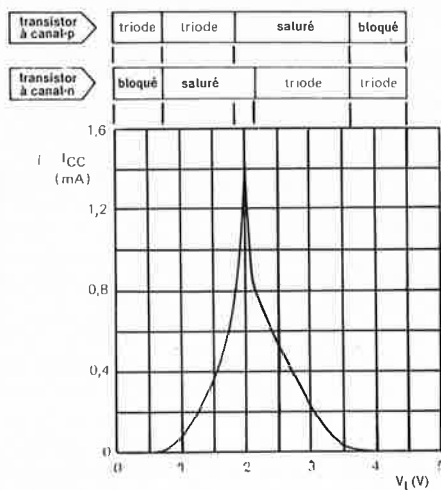

Figure 9. La consommation de courant d'un CMOS est fonction de la tension d'entrée momentanée.
Lors de la commutation, une porte CMOS draine, pendant un court instant, une intensité de courant plus importante (figure 9). A cet instant précis, les deux transistors complémentaires sont conducteurs. La consommation de courant dynamique, c'est-à-dire les variations du courant d'alimentation dues à la commutation, est de ce fait relativement importante. Ceci explique que le CMOS exige un découplage plus efficace que le TTL bipolaire: ne vous laissez pas abuser par une consommation de courant statique plus faible. L'envers (avantageux cette fois) de la médaille est que le CMOS possède, de par ses niveaux de commutation symétriques et si tant est que nous ne parlons pas de la version compatible TTL, une meilleure insensibilité aux parasites. Les CMOS et HCMOS supportent mieux des crêtes de tension d'alimentation que les TTL-(LS) et HCT-MOS.